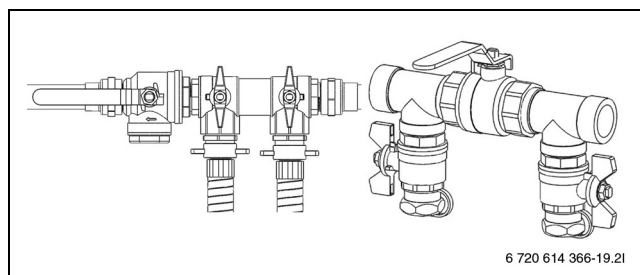

Bild 25 Påfyllnadsstationer i påfyllningsläge
- ▶ Vrid ventilerna på påfyllnadsstationen så att de står i påfyllningsläge (→ Bild 25).